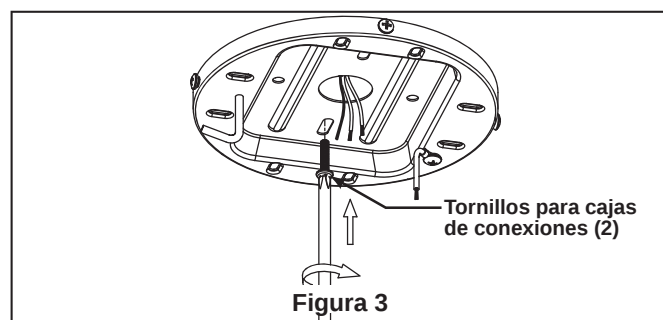

Figura 3
Profunda caja con aparato ortopédico (Figura 3)
- ☐ 2. Con los tornillos de unión del techo cuadrado con la caja de conexiones del techo ajuste bien el soporte del ventilador a la caja de conexiones del techo como se muestra. (Figura 3)
- ☐ 3. Asegure la unidad del motor de la caja en las ranuras de montaje en el soporte del techo con arriba en el sentido de las agujas del reloj. (Figura 3)
- ☐ 3. Extraiga los tres tornillos de la parte inferior de la unidad del motor. Instale la tapa sobre la unidad del motor mediante los tres tornillos y fíjelos adecuadamente. (Figura 3)
- ☐ 3. Instale el conector de 2 clavijas desde la placa de conexión a la unidad del unidad de carcasa del Interruptor. (Figura 3)
- ☐ **3.** Para que funcione el ventilador, instale dos pilas de 3 voltios en el transmisor del mando a distancia. (si no se va a utilizar por largos periodos de tiempo, retire la batería para evitar daños al control remoto de mano.) Guarde el transmisor lejos del exceso de calor o humedad. (Figura 3)